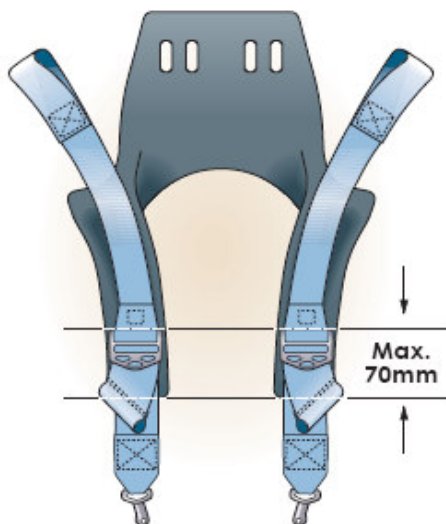

Figura 1. Corretta posizione del dispositivo per la regolazione della lunghezza bretelle sul giogo HANS®
2.2 Il dispositivo per la regolazione della lunghezza della bretella deve essere posizionato sul giogo dell'HANS® con il bordo superiore a non più di 70 mm dal bordo inferiore del giogo HANS®, come illustrato nella figura 1 (questo non si applica nel caso del sistema a doppia bretella descritto al punto 2.5).